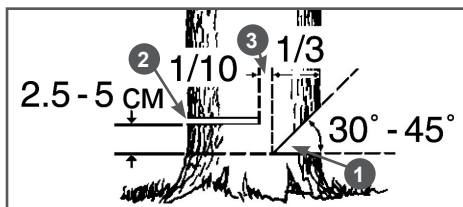

Рис.13 Расположение запила, пропила и недопила
- Выберите направления падения дерева, для этого следует учесть силу и направление ветра, естественный наклон дерева, равномерность распределения веток в кроне дерева. Начните пилить с той стороны дерева, куда оно должно упасть (Рис.13).
Ни в коем случае не допиливать до конца недопил (3) Рис.13, так как вы не сможете контролировать направление падения дерева.